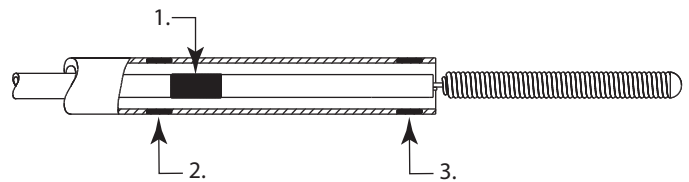

Figura 2
- Continúe avanzando la espiral separable AXIUM™ hasta que el marcador de alineación de la espiral del elemento empujador de implante esté inmediatamente distal del marcador proximal del microcatéter. (Consulte la figura 2.)